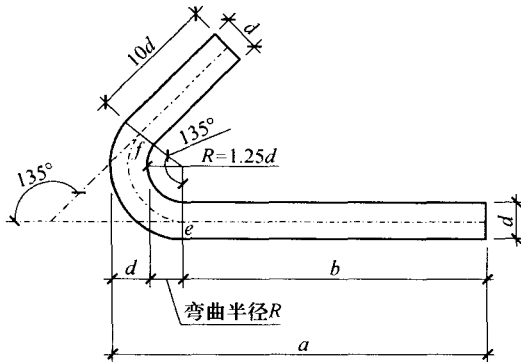

图 1-10 例图
1.1.6.2 135°弯勾 11.9d 是怎样计算出来的 (见图 1-10)